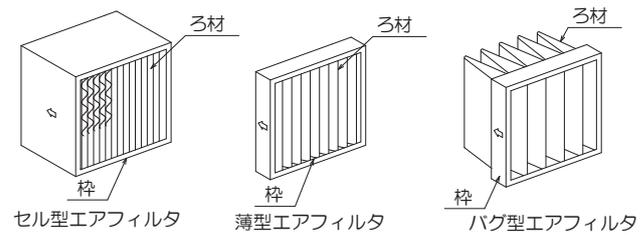

図2-21 中性能／高性能エアフィルタ
- ・セル型、薄型エアフィルタ、バグ型エアフィルタ等（図2-21参照）